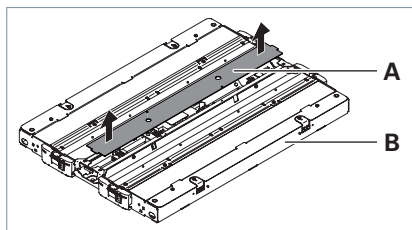

Fig. 1: Retirer le recouvrement.
- Enlevez le couvercle **A** de la tête du luminaire **B**, voir Fig. 1.